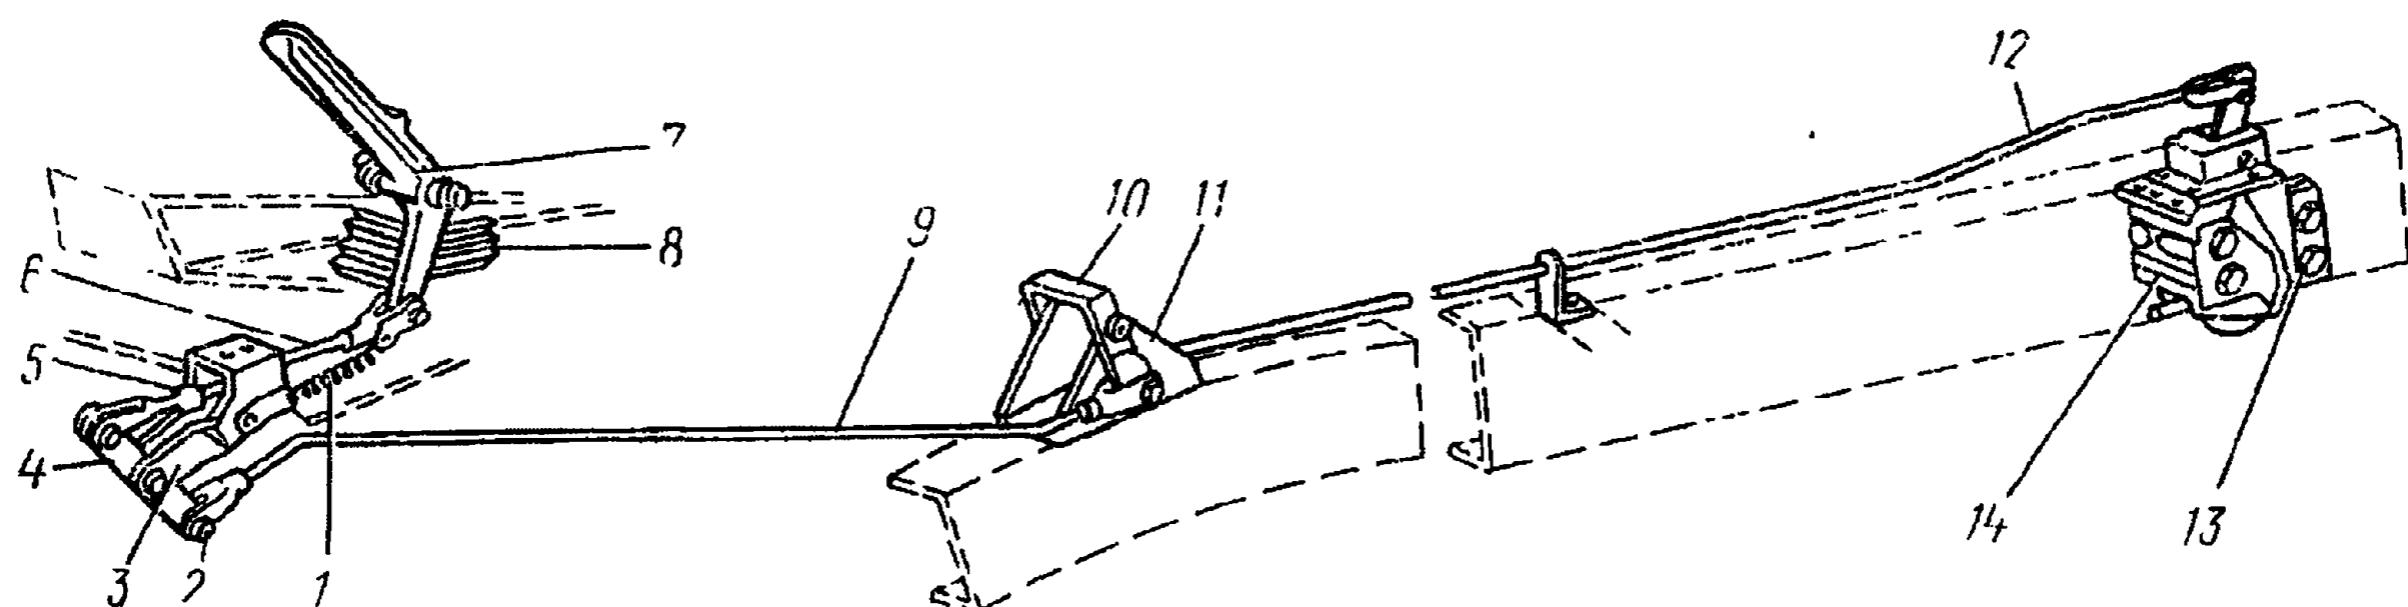

Рис. 27. Привод двухсекционного тормозного крана:
9. Расщепите и отсоедините заднюю тягу 12 (рис. 27) от тормозного крана 14 и от промежуточного рычага 10, снимите тягу	Плоскогубцы, молоток
22. Установите и закрепите болтами кронштейн 11 (см. рис. 27) рычага	Ключ 17 мм (2 шт.)